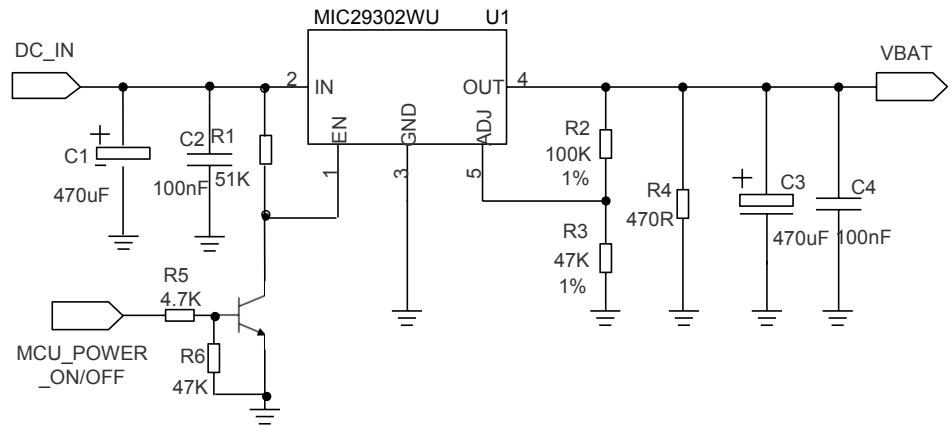

图 5：供电输入参考设计
- 模块带充电功能，如果客户使用图 5 的方式设计电源，需要在软件中关闭充电功能，或者在 VBAT 通路上串接肖特基二极管，防止电流反向流入电源芯片。